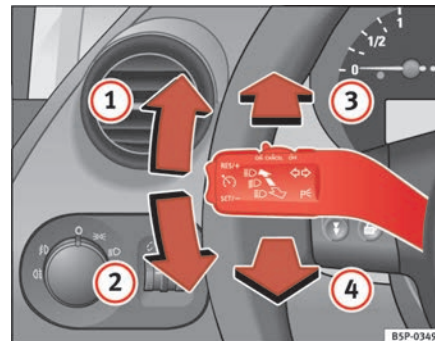

Fig. 78 Palanca de intermitentes y de luz de carretera
- Desplace la palanca hacia arriba hasta el tope ⇒ fig. 78 ① para encender el intermitente **derecho** o bien hacia abajo ②, para encender el intermitente **izquierdo**.
- Desplace la palanca hacia adelante ⇒ **página 122, fig. 78 ③** para encender la luz de carretera.